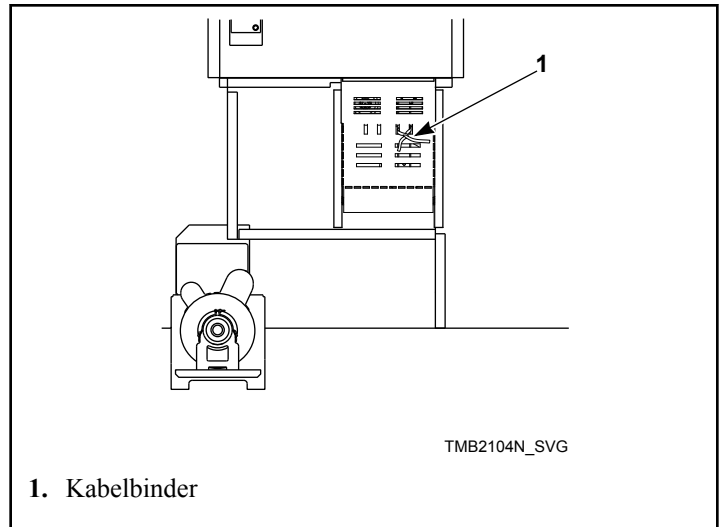

Abbildung 12
3. Kabelbinder vom Luftstromschalter entfernen und entsorgen, damit er frei schwingen kann. Siehe *Abbildung 12*.